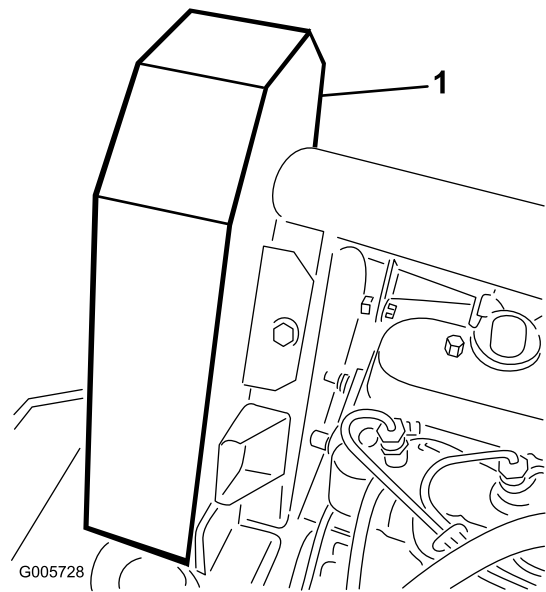

Figura 64
2. Retire los tornillos de caperuza (5) que fijan el protector de la correa del ventilador y retire el protector (Figura 64).
5. Instale el protector de la correa del ventilador y fíjelo con los tornillos de caperuza (Figura 64). Cierre y enganche el capó.
4. Instale el protector de la correa del ventilador y fíjelo con los tornillos de caperuza (Figura 64). Cierre y enganche el capó.